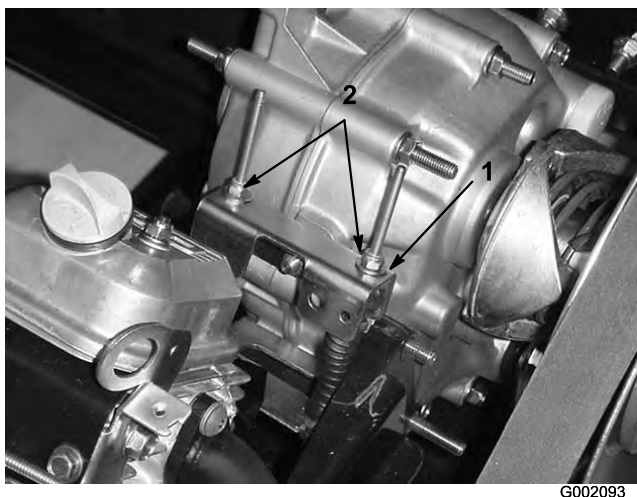

Figure 40
Lors des entretiens courants et/ou des diagnostics du moteur, vous devez placer la boîte-pont au point mort (Figure 40). La position point mort de l'inverseur de marche commande le point mort de la boîte-pont. Procédez comme suit pour vérifier que le point mort de l'inverseur de marche actionne correctement le point mort de la boîte-pont :
2. Vérifiez que la patte de réglage du point mort est à la position point mort (horizontale) en tournant l'embrayage (Figure 40). Le véhicule ne doit pas avancer ni reculer. Si le véhicule se déplace, placez la patte de réglage du point mort à la position point mort.
3. Serrez un des contre-écrous (Figure 40) juste assez pour éliminer le mou du câble de sélection de sens de marche.